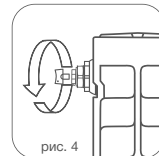

рис. 4
- 8.4. Для удаления воздуха из радиатора в верхний коллектор обязательно установка крана Маевского* или автоматического воздухоотводчика. Для удаления воздуха через кран Маевского необходимо периодически (несколько раз в год) вручную стравливать его с помощью специального ключа* (рис. 4)